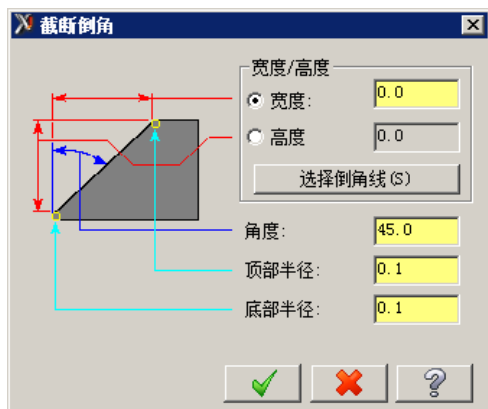

图 8.6.5 “截断倒角”对话框
- **X 相切点 (X)...** 按钮：用于定义截断车削终点的 X 坐标，单击此按钮可以在图形区选取一个点。
- **后端面毛坯 (B)** 按钮：用于定义工件反向的材料。
- ☒ **倒角** 单项：选中此选项则切削外形为倒角，单击 **参数(P)** 按钮，系统弹出图 8.6.5 所示的“截断倒角”对话框，用户可以通过此对话框对倒角的参数进行设置。